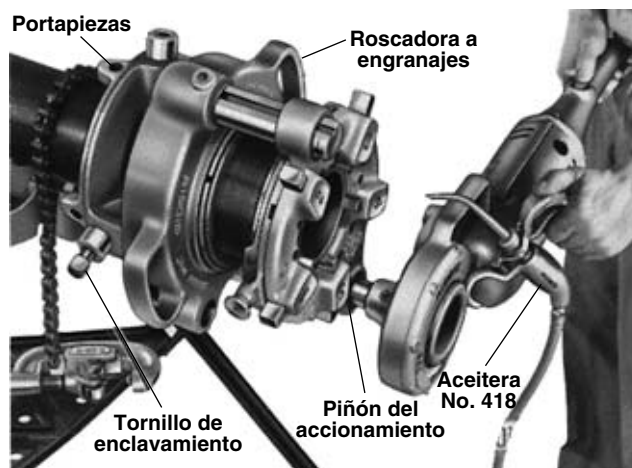

Figura 9 – Roscado con la Roscadora a Engranajes
- Apriete el portapiezas y el tornillo de fijación firmemente con la llave de tubo (*Figura 9*).
- ostenga el mango del Accionamiento Motorizado con una mano y deje la otra libre para con ella aplicar aceite de roscar. Mueva el botón del interruptor en la dirección deseada para roscar (*Figura 9*).